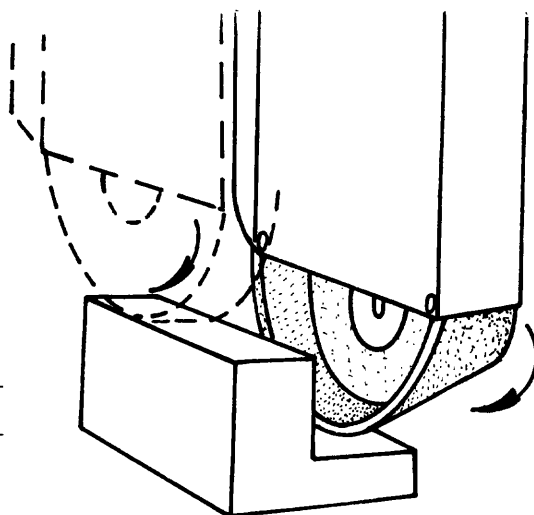

Fig. 1
- 1) La superficie a rectificar debe estar una hacia arriba y otra frente a la muela (fig. 1).